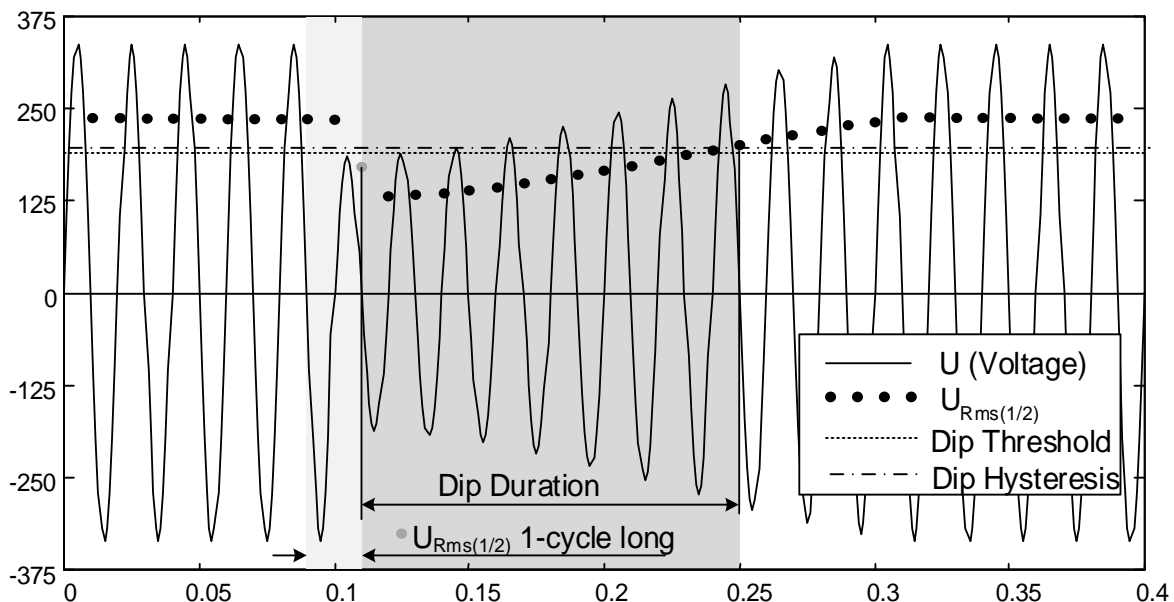
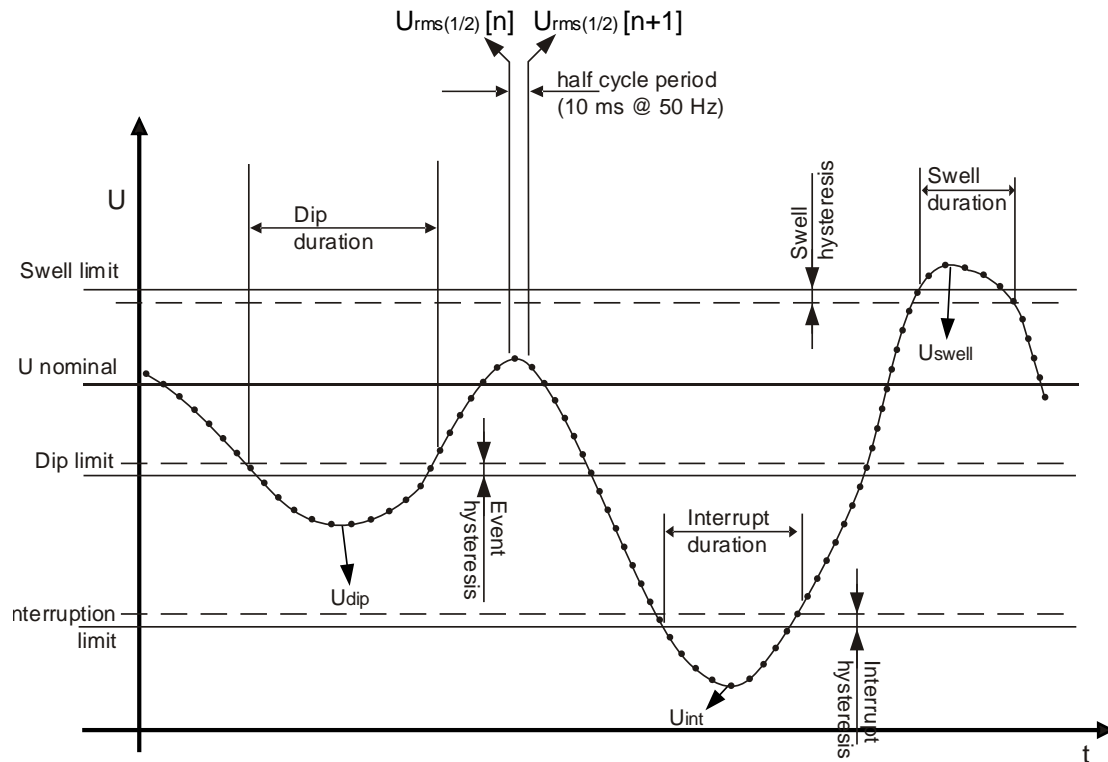

Figura 5.9: Medida de 1 ciclo de $U_{Rms(1/2)}$
Figura 5.10: Definición de los eventos de tensión
- En sistemas monofásicos (Tipo de conexión: 1W), una caída de tensión empieza cuando la tensión $U_{Rms(1/2)}$ cae por debajo del umbral de caída de tensión y termina cuando la tensión $U_{Rms(1/2)}$ es igual o superior al umbral más la tensión de histéresis (vea Figura 5.10 y Figura 5.9),
- En sistemas monofásicos (Tipo de conexión: 1W), una sobretensión empieza cuando la tensión $U_{Rms(1/2)}$ sube por encima del umbral de sobretensión y termina cuando la tensión de $U_{Rms(1/2)}$ es igual o inferior al umbral más la tensión de histéresis (vea Figura 5.10 y Figura 5.9).
- En sistemas monofásicos (1W), una interrupción de tensión empieza cuando la tensión $U_{Rms(1/2)}$ cae por debajo del umbral de caída de tensión y termina cuando la tensión de $U_{Rms(1/2)}$ es igual o superior al umbral más la histéresis (vea Figura 5.10 y Figura 5.9),